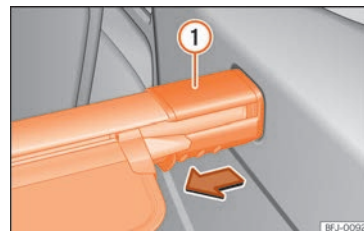

Abb. 120 Im Gepäckraum: Gepäckraumabdeckung ausbauen
- Abdeckungsträger » **Abb. 120 1** in Pfeilrichtung drücken und in dieser Position halten.
- Abdeckungsträger » **Abb. 120 1** loslassen.